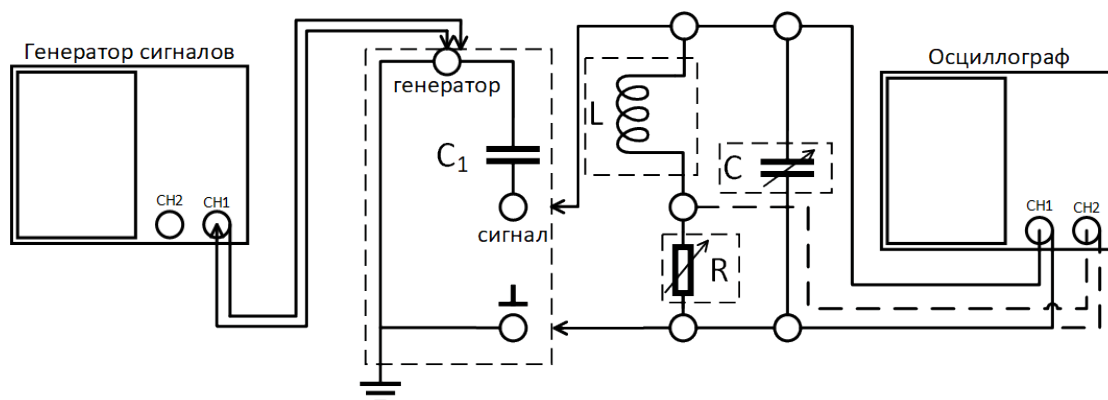

Рис. 1: Схема установки для исследования вынужденных колебаний
1. Подключите генератор специальных сигналов к входу 1(X) осциллографа.
4. Как только удалось получить неподвижную картинку сигнала можно приступить к сборке схемы согласно рис. 1.
1. Введите сопротивление  $R \approx 0.05 \cdot R_{\text{ср}}$  на магазине. Подайте на канал 2(Y) осциллографа падение напряжения с резистора (на рис. 1 подключение изображено штрихованной линией).